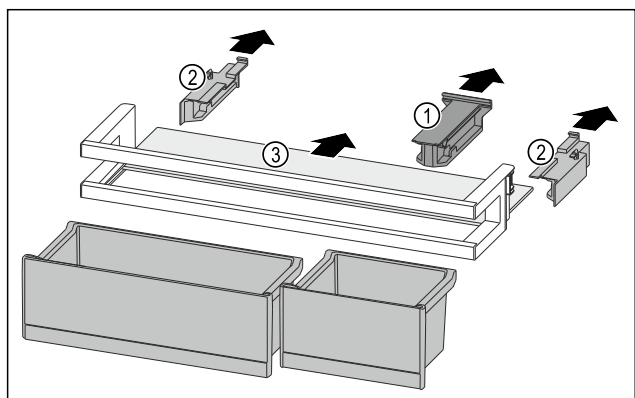

Fig. 88
- ▶ Retire la pieza de retención Fig. 88 (1).
- ▶ Retire las partes laterales Fig. 88 (2).
- ▶ Retire el estante Fig. 88 (3).